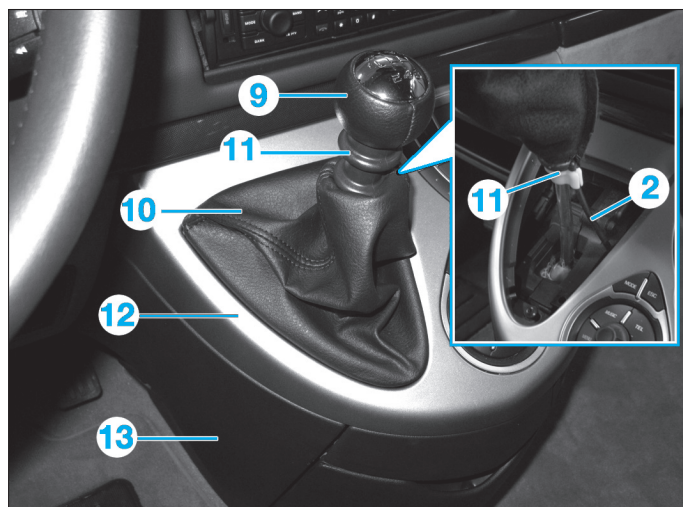

Fig. 7
- Déposer (Fig.7) :
- le pommeau de levier de vitesses (9),
- le soufflet (10),
- le câble de verrouillage/déverrouillage de marche arrière (2) du fourreau (11).